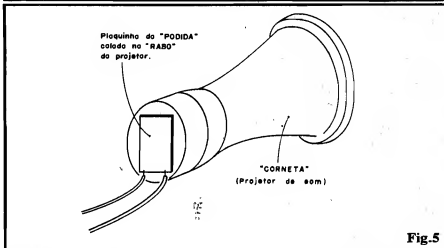

Fig. 5
- - Adesivo forte (tipo epoxy) para eventual colagem/fixação da placa da PODIDA ao "rabo" do próprio projetor de som, conforme sugestão abordada na fig. 5).
- FIG. 5 - SUGESTÃO PARA ACO-MODAÇÃO FINAL - Vivemos a era da compactação... Tudo deve ser pequeno, ocupar o mínimo de espaço (essa filosofia foi "inventada" pelos japoneses, por óbvias limitações geográficas, mas o mundo todo "entrou na onda" e, para não sermos taxados de "adeptos de trambolhos", vamos junto...) e com essa intenção propomos a sugestão mostrada na figura, para implementação mecânica final da PODIDA: simplesmente colar (com adesivo forte, de epoxy...) a placa do cir-